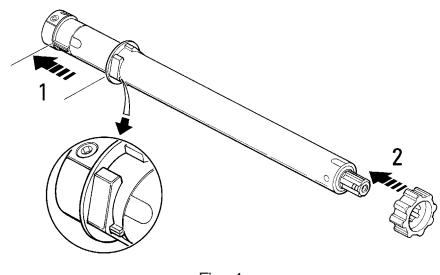
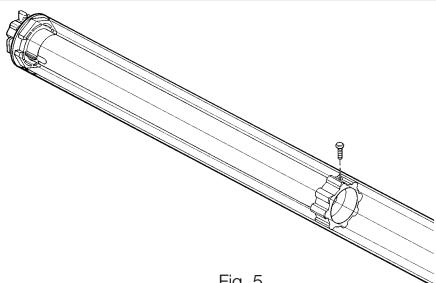

Fig. 4
Fig. 5
- Infilare la corona del finecorsa (E) sul motore (A) fino ad inserirsi sulla corrispondente ghiera del finecorsa (F) facendo combaciare le due scanalature; spingere sino alla battuta come indicato in fig. 4.
- Inserire la ruota di trascinamento (D) sull'albero del motore.
- Introdurre il motore così assemblato nel tubo di avvolgimento fino ad inserire anche l'estremità della corona (E).
- Fissare la ghiera di trascinamento (D) al tubo di avvolgimento mediante vite M4x10 in modo da evitare possibili slittamenti e spostamenti assiali del motore (fig. 5).
- Infine bloccare la testa del motore all'apposito supporto (C), con l'eventuale distanza mediante i fermagli o la copiglia (B).